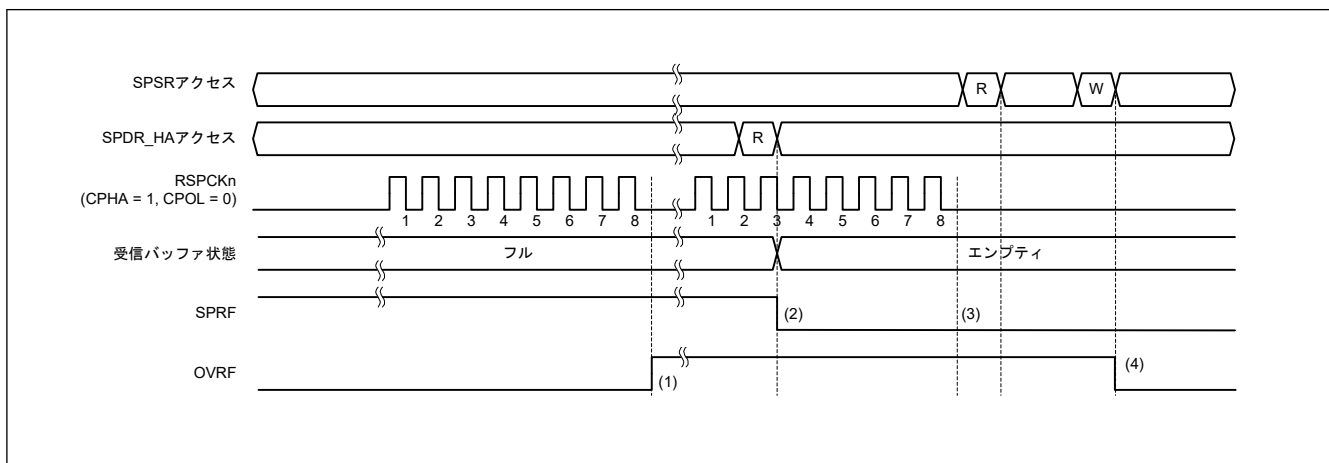

図 27.28 OVRF フラグおよび SPRF フラグの動作例
図 27.28 に OVRF フラグと SPRF フラグの動作例を示します。図 27.28 に示す SPSR アクセスと SPDR_HA アクセスは、それぞれ SPSR レジスタと SPDR_HA レジスタへのアクセス条件を示します。W は書き込みサイクル、R は読み出しサイクルを示します。この例では、SPCMD0.CPHA ビットが 1、かつ SPCMD0.CPOL ビットが 0 の設定で、SPI は 8 ビットのシリアル転送を実行しています。RSPCKn 波形の下に記載した数字は RSPCK サイクル数 (= 転送ビット数) を示しています。
以下に、図 27.28 の (1)～(4) に示したタイミングでのフラグの動作内容を説明します。